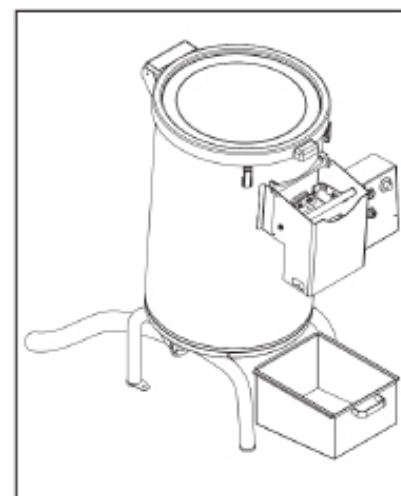

Fig. 16.
- Glissez le récipient de collecte de sédiments sur les rails de guidage situés sous la plaque et le pousser vers l'arrière. Assurez-vous que les deux tubes sont correctement insérés (Fig. 16).